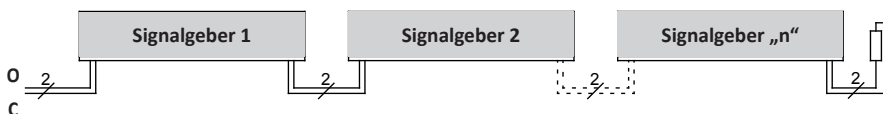

Bild 1: Verschaltung mehrerer Signalgeber, hier am Beispiel Sicherheitskontaktleiste
8.4 Anschluss von mehreren Signalgebern pro Signalgeberkreis (Bild 1)
An dem Signalgebereingang **O** bzw. **C** können ein oder mehrere Signalgeber angeschlossen werden. Hierfür werden die einzelnen Signalgeber entsprechend Bild 1 in Serie geschaltet.